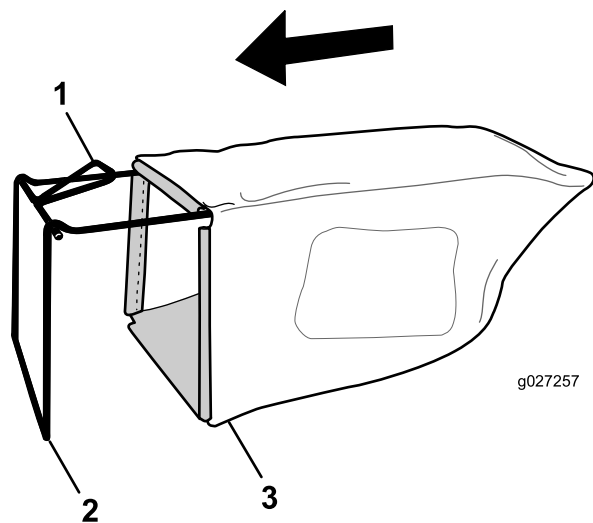

Figura 9
1. Infilate il cesto di raccolta sopra il telaio come illustrato in Figura 9.
Nota: Non infilate il cesto sopra alla stegola (Figura 9).